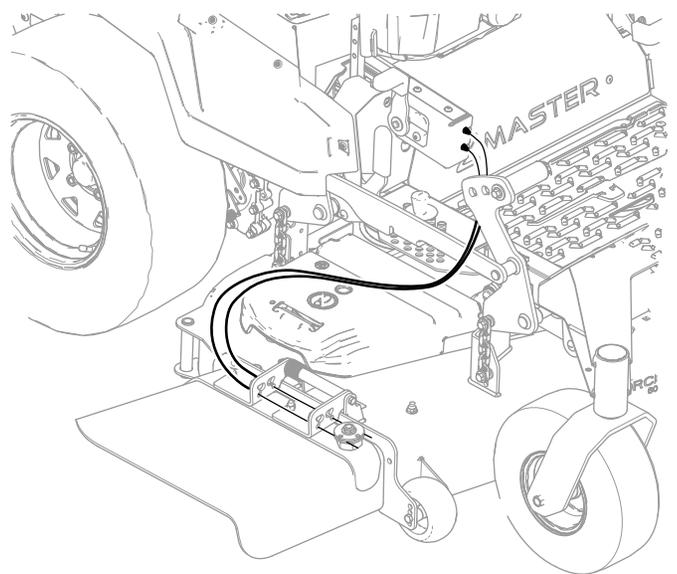

Figura 8
1. Encaminhe os cabos entre a caixa de controlo e a calha de descarga como se mostra na Figura 8 para evitar danificar os cabos através do curso completo da altura de corte.
Importante: Certifique-se de que afasta os cabos da frente do pedal de elevação da plataforma como se mostra na Figura 8 de forma a não danificar os cabos.